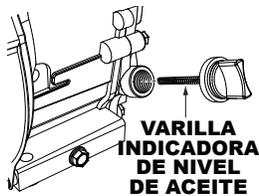

Figura 4. Retirada de la varilla de medición del nivel de aceite del motor
2. Retire la varilla de medición de nivel del agujero del tubo de llenado de aceite del motor (Figura 4) y límpiela.